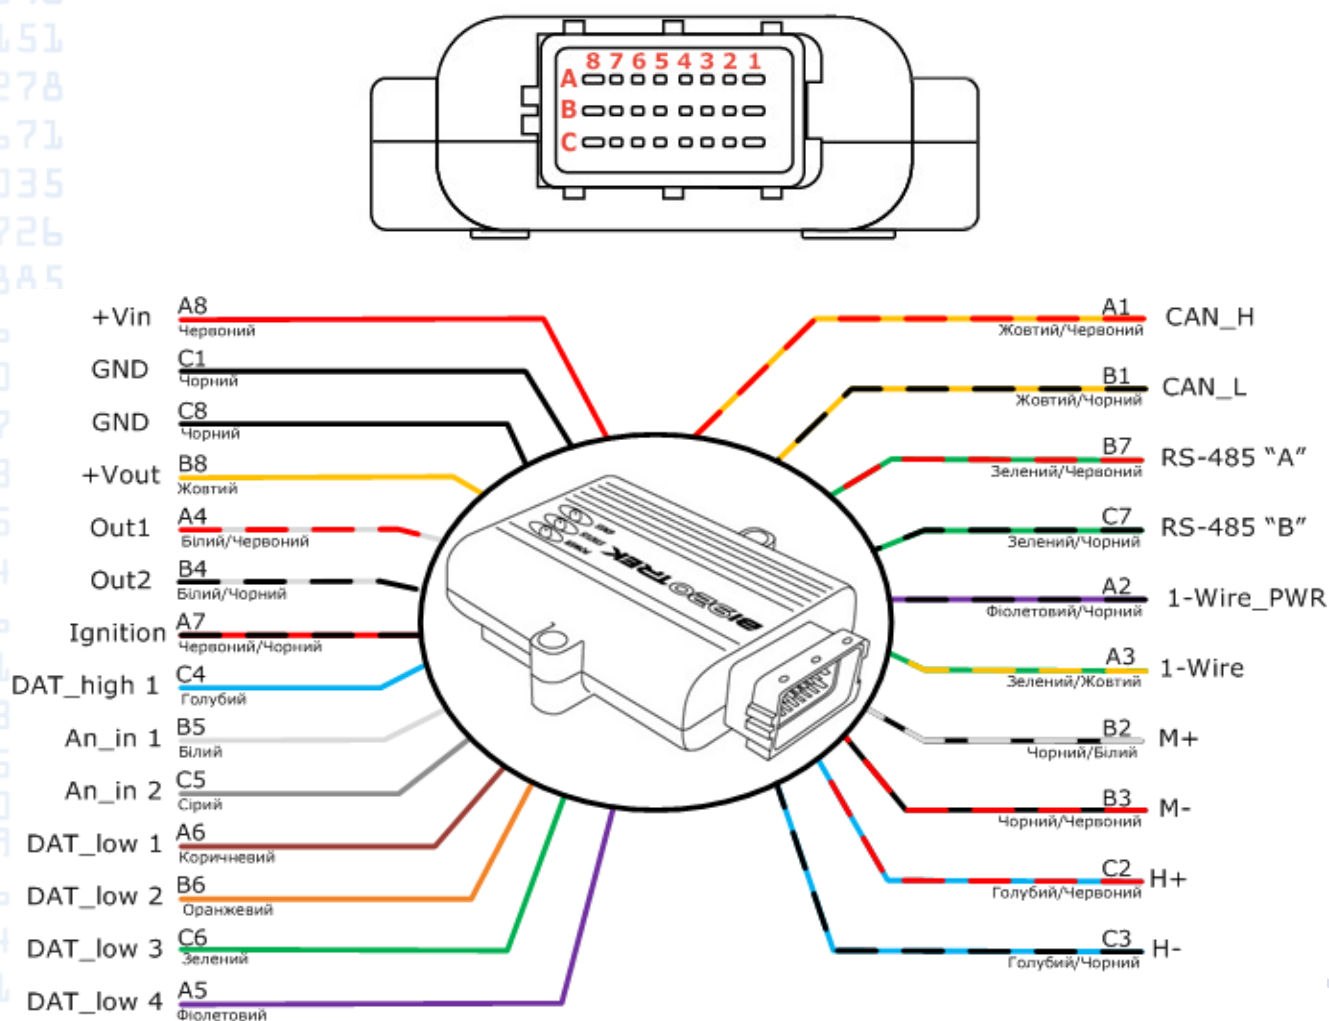

Рисунок 6.1. Призначення контактів BI 920 TREK
7.1.4. Подайте живлення 12-24В на відповідні контакти трекера (рисунок 6.1.).